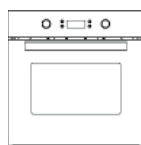

figura 5
4. Monte la rejilla de horneado y los otros accesorios dentro de la cavidad; el montaje se finalizará como se muestra en la figura 5.